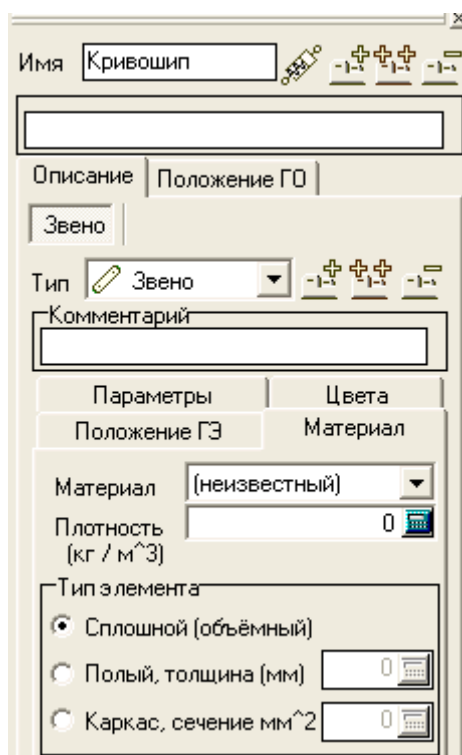

Рис. 55
1) Выделить в списке элементов модели необходимый графический образ и в инспекторе свойств объектов выбрать пункт **Материал** (рис. 55).
- **Сохранить как...** - сохраняет объект под новым именем. При выполнении команды появляется окно (Рис. 55).